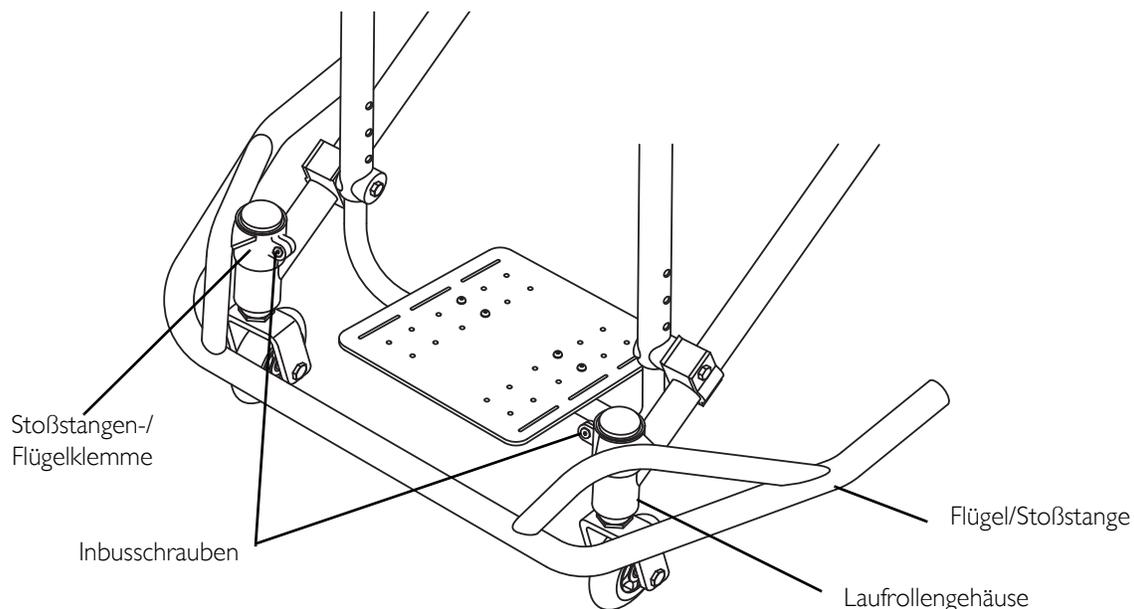

ABBILDUNG 9.1 Montage/Demontage des Flügels/der Stoßstange
*HINWEIS: Für dieses Verfahren siehe **ABBILDUNG 9.1**.*